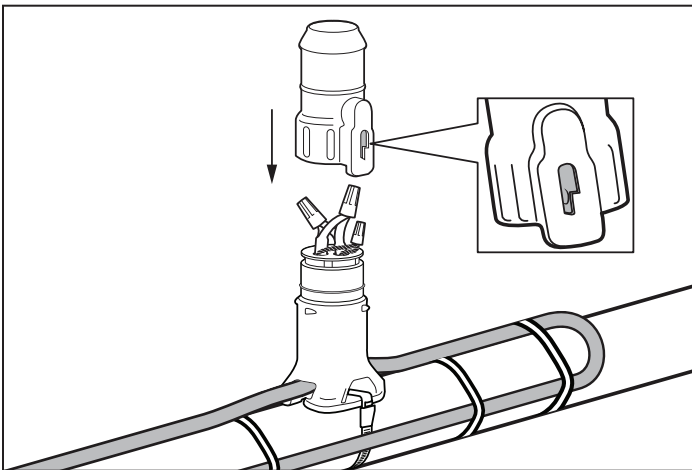

Figure 15-42
15.8.7. FERMETURE DU CHAPEAU (Figure 15-42).